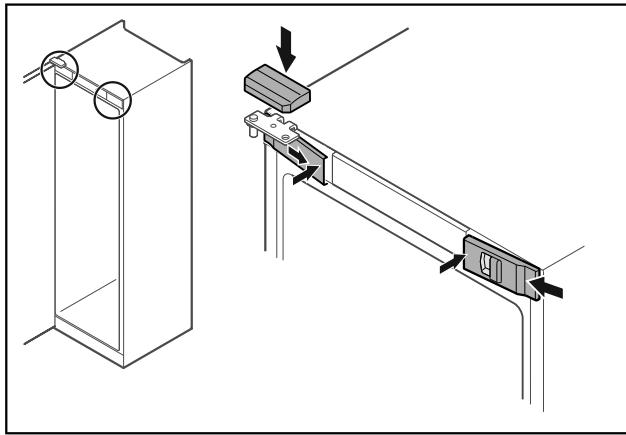

Fig. 47
- Vordere Abdeckungen Fig. 47 (1) seitlich einhaken und innen aufrasten.
- Obere Abdeckung Fig. 47 (2) von oben aufrasten.